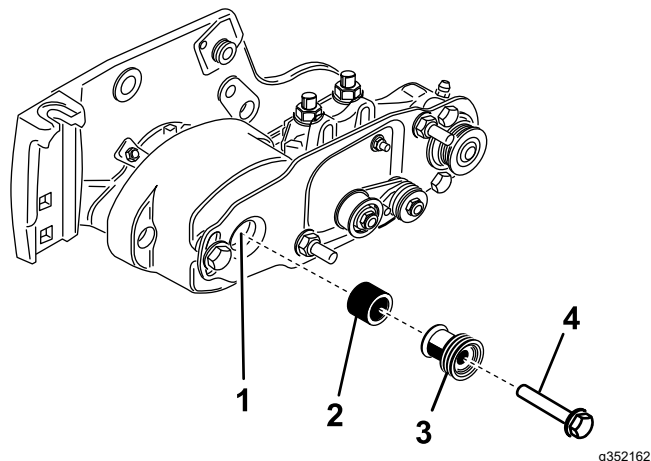

Рисунок 15
19. Вставьте проставку в вал в корпусе подшипника (Рисунок 15).
20. Вставьте ведущий шкив в проставку и приводной вал (Рисунок 15). Убедитесь в том, что выступы шкива находятся в пазу приводного вала.
21. Прикрепите шкив и проставку к ведущему валу с помощью болта с фланцевой головкой (3/8 x 2 дюйма) (Рисунок 15). Затяните болт с моментом от 47 до 54 Н•м.